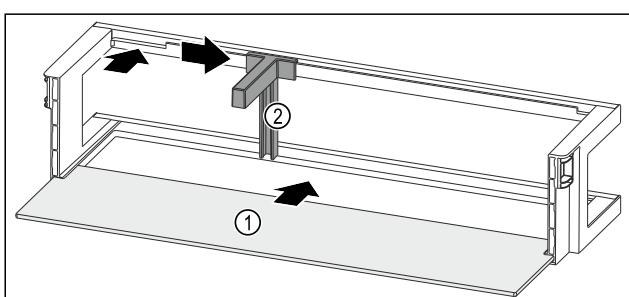

Fig. 95 带搁板的门边存放架
- ▶ 将搁板 Fig. 95 (1)推入侧面凹槽。
- ▶ 将瓶托 Fig. 95 (2)装入槽中。
- ▶ 将瓶托 Fig. 95 (2)推至一侧的所需位置。